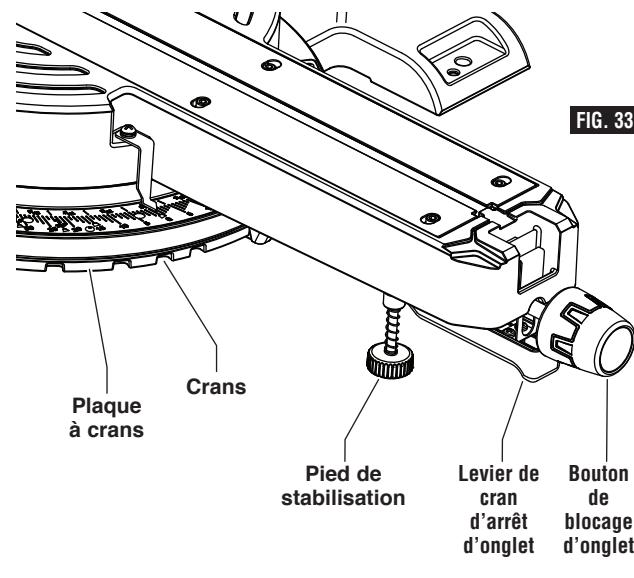

FIG. 33
- Desserrez d'environ un demi-tour le bouton de blocage d'onglet (voir la figure 33).